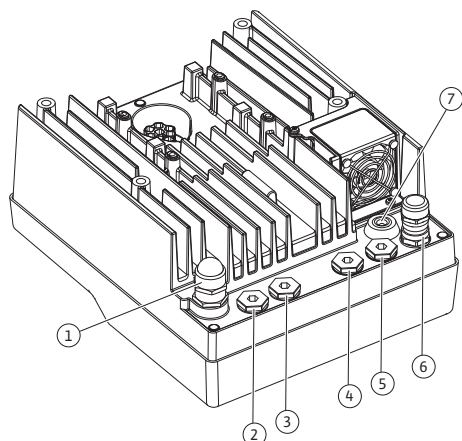

Fig. 18: Kábelcsavarzatok/kábelátvezetések
4. A csatlakozókábelt (Fig. 18, 1. poz.) az M25 kábelcsavarzaton kell átvezetni. A kábelcsavarzaton az előírt forgatónyomatékkal húzza meg.